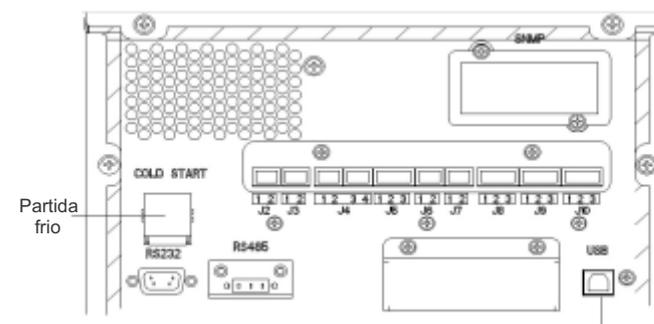

Fig.5-1 A posição do botão de partida a frio da bateria
2. Pressione o botão vermelho para o arranque a frio da bateria (Veja a Fig.5-1). O sistema é alimentado pela bateria.